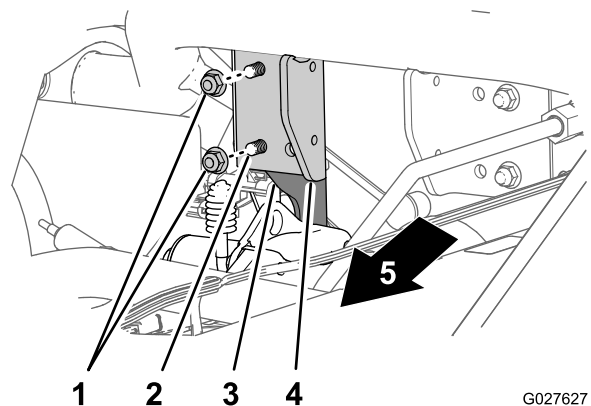

Bild 7
- Entfernen Sie die zwei Sicherungsbundmutter, mit denen die Differenzialstütze an der Differenzialhalterung befestigt ist (Bild 7).